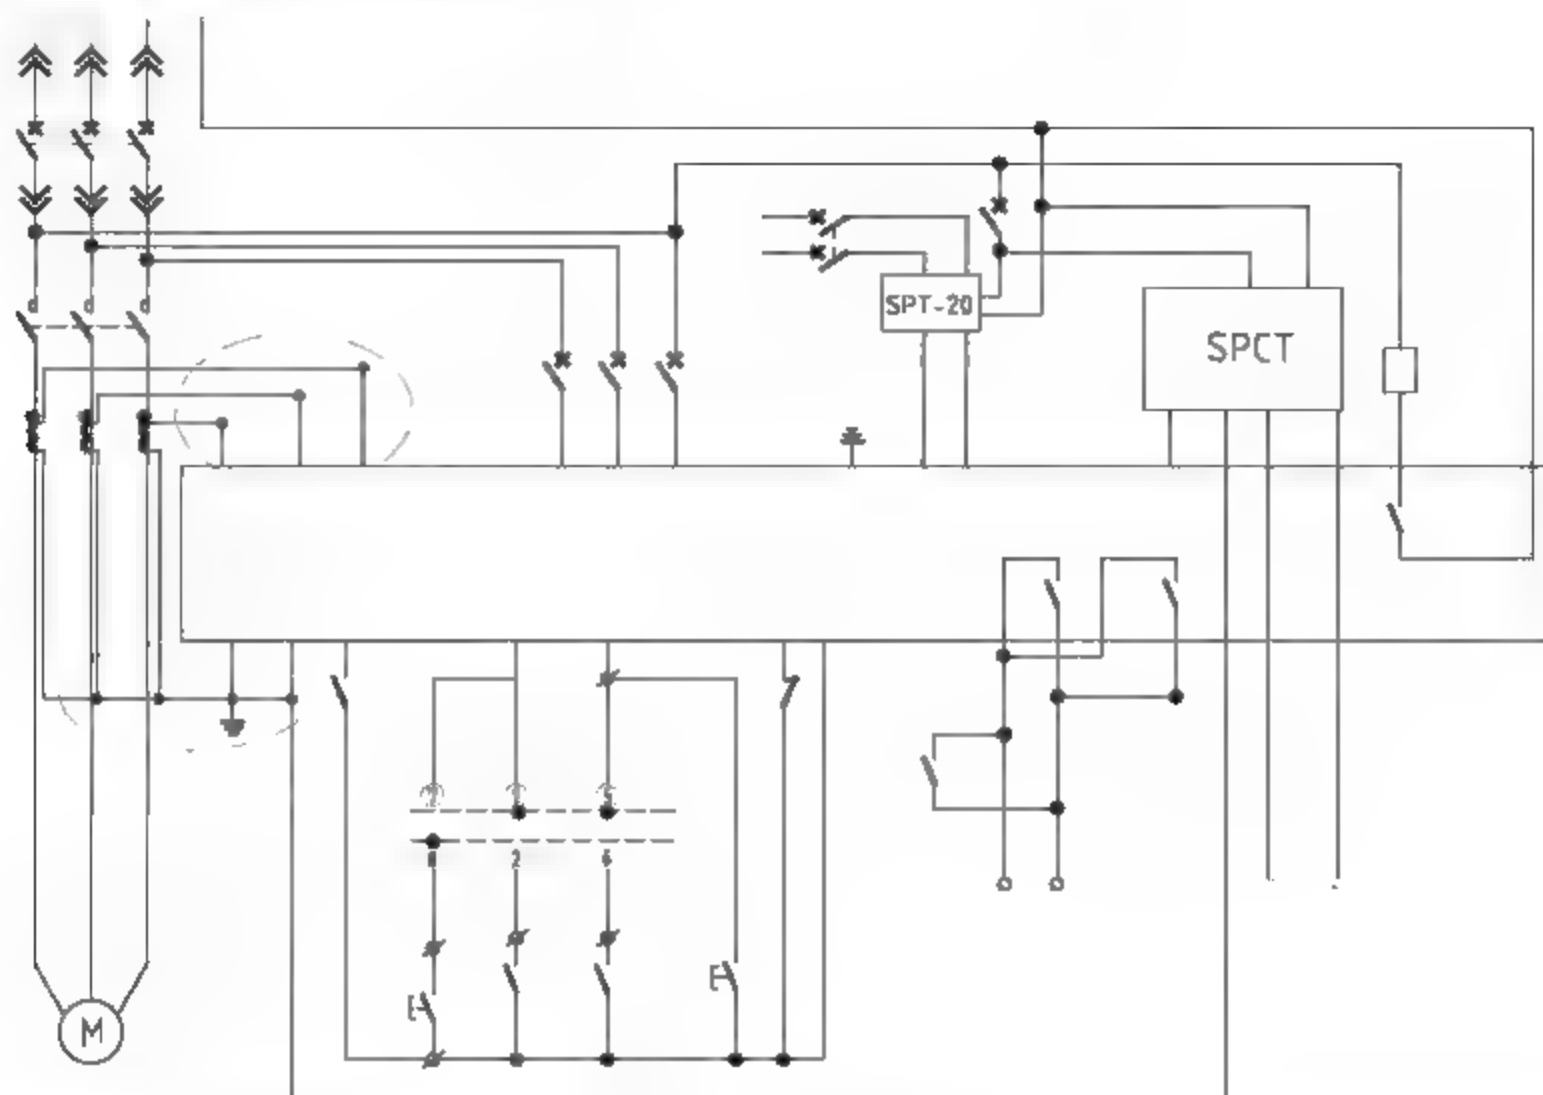

图10-37 绘制结果
**25** 重复上述操作继续绘制连接件。调用C【圆】命令、H【图案填充】命令，绘制半径为15的圆形并对其执行图案填充操作，结果如图10-37所示。